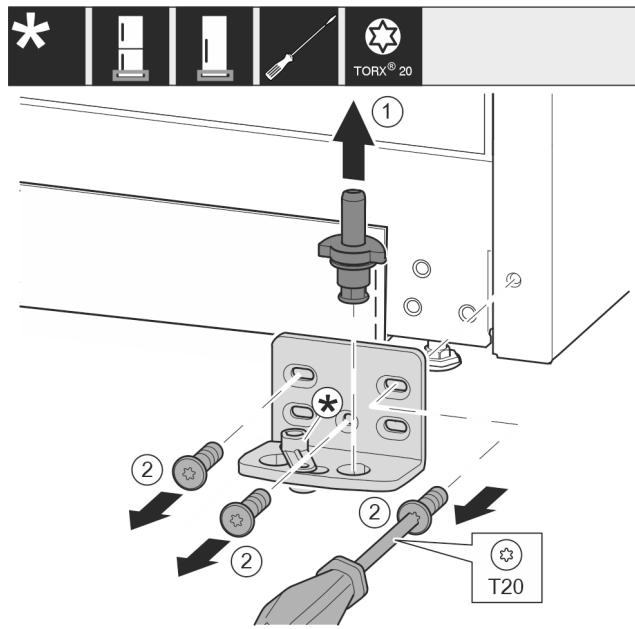

Fig. 10
- ▶ Ložiskový čap vytiahnite úplne nahor. Fig. 10 (1)
- ▶ Skrutky vyskrutkujte skrutkovačom T20 a odnímte ložiskovú konzolu. Fig. 10 (2)